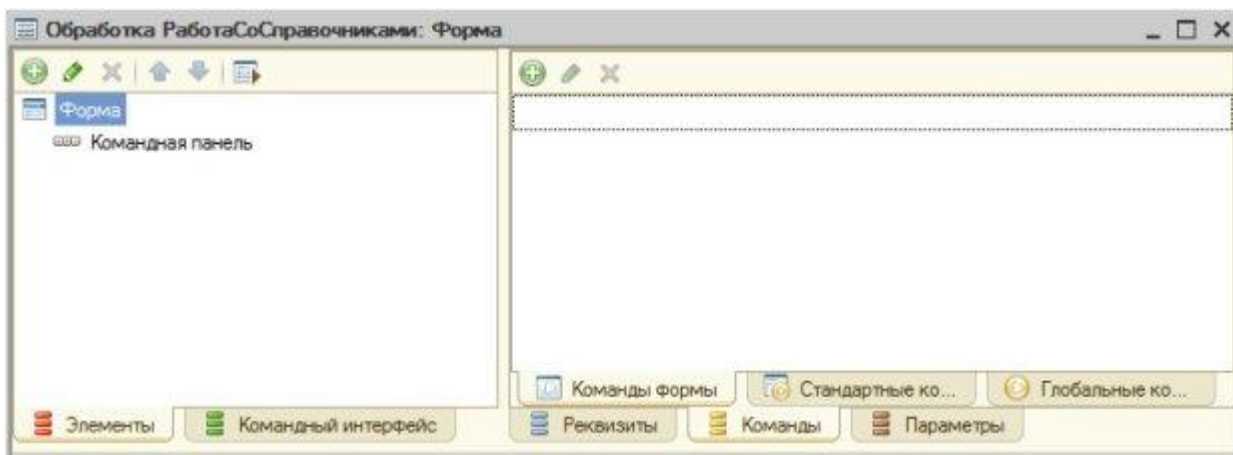

Рисунок 8.3- Переход к командам формы обработки
3. Перейдем на вкладку **Команды** в окне редактора форм. После этого нам будут доступны еще несколько вкладок, нас интересует первая из них – **Команды формы**, Рисунок 8.3.